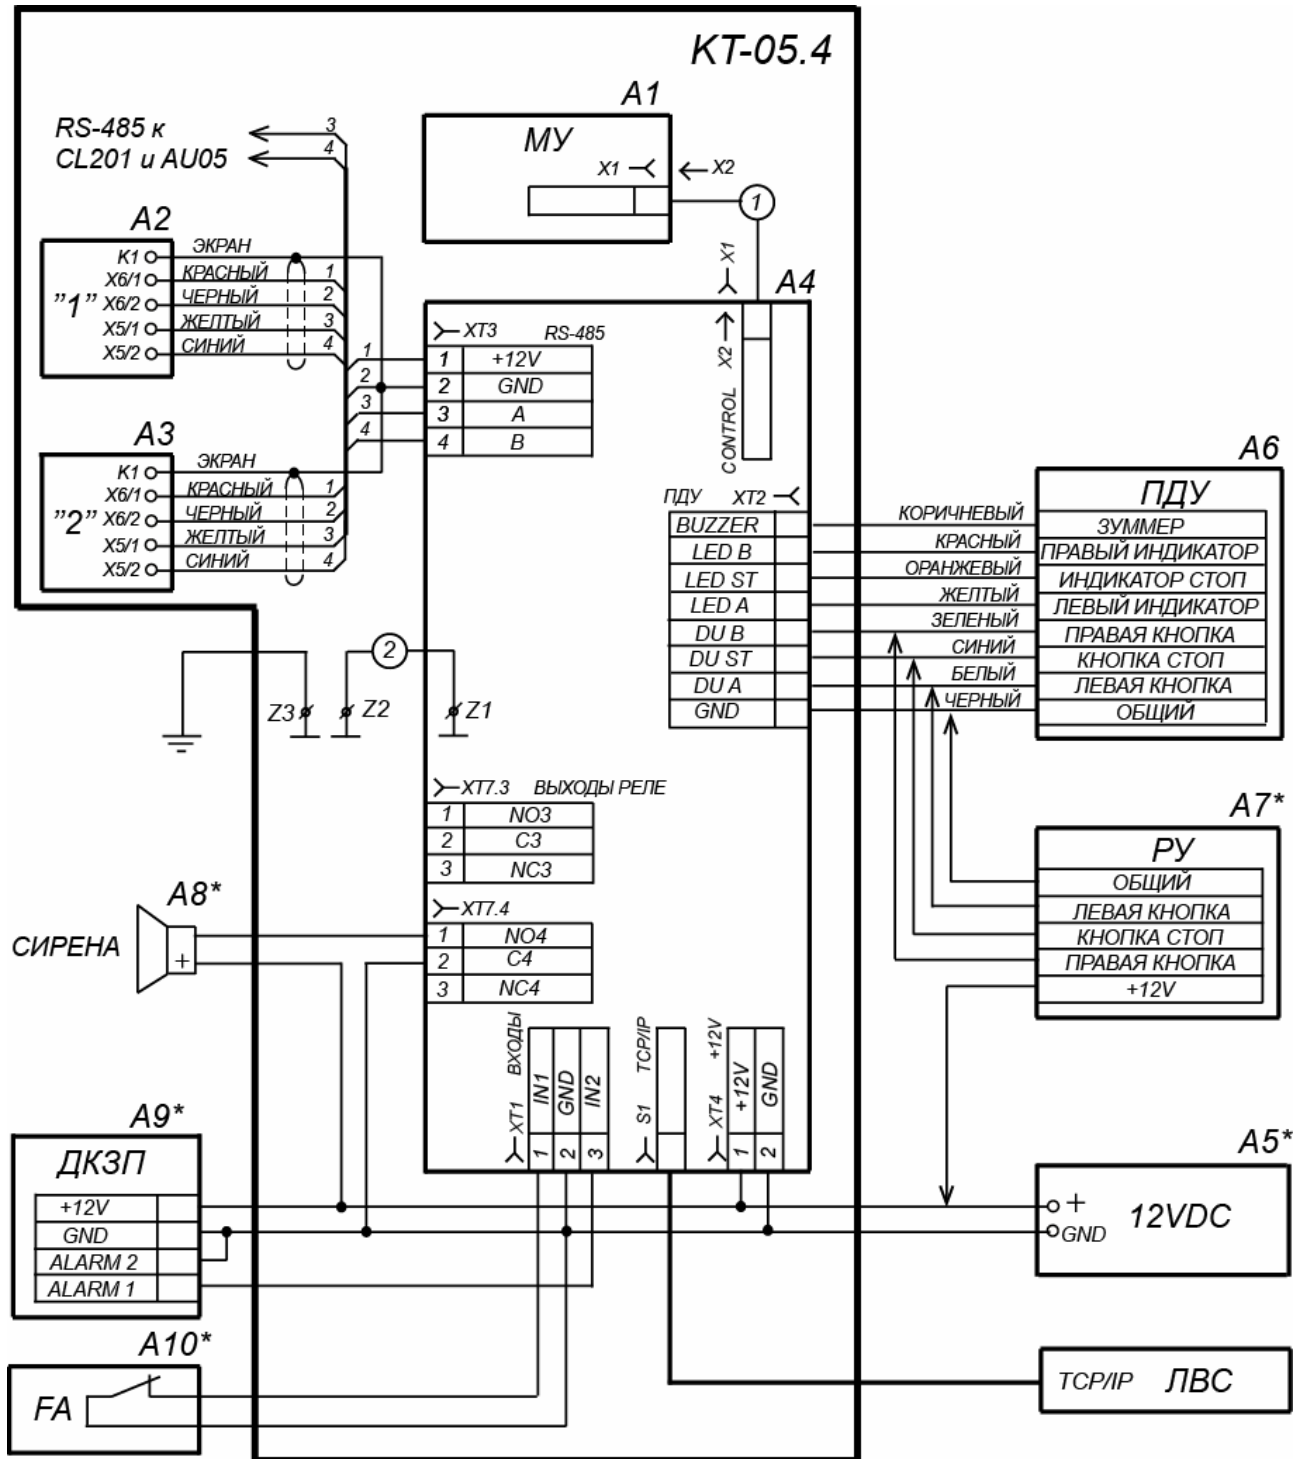

Рисунок 12. Схема подключения ЭП и дополнительного оборудования1
Расположение клеммных колодок на плате контроллера ЭП показано на рис. 5, назначение контактов клеммных колодок указано в табл. 1. Схема подключения приведена на рис. 12. Используемые типы кабелей указаны в табл. 5. При монтаже ЭП придерживайтесь следующей последовательности действий:
11. Подключите кабель питания (15) к клеммной колодке **XT4** на плате контроллера ЭП согласно схеме, приведенной на рис. 12.
12. Подключите кабель (13) ПДУ (12) к клеммной колодке **XT2** на плате контроллера ЭП согласно схеме, приведенной на рис. 12.
13. Подключите при необходимости кабели от других устройств к соответствующим клеммным колодкам платы контроллера ЭП согласно схеме (рис. 12).